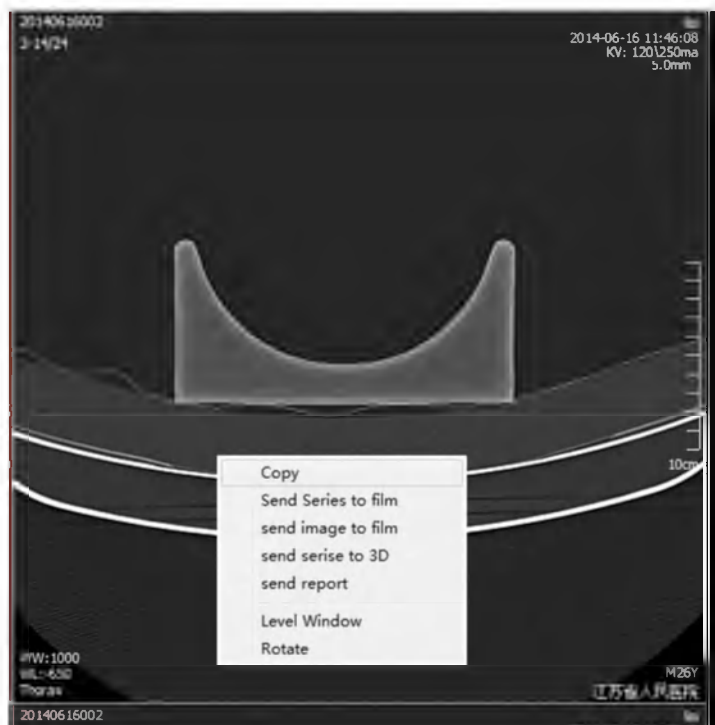

Рисунок 8-19 Контекстное меню изображения
2. Щелкните правой клавишей мышки по выбранному изображению и в появившемся контекстном меню нажмите [отправить текущее изображение в раздел съемка (Пленка)] [Send Current Image to Filming] (см. рис. 8-19).
2. Щелкните правой клавишей мышки по выбранному изображению и в появившемся контекстном меню нажмите [отправить текущее изображение в раздел Пленка (Filming)] [Send Current Image to Filming] (см. рис. 8-19).